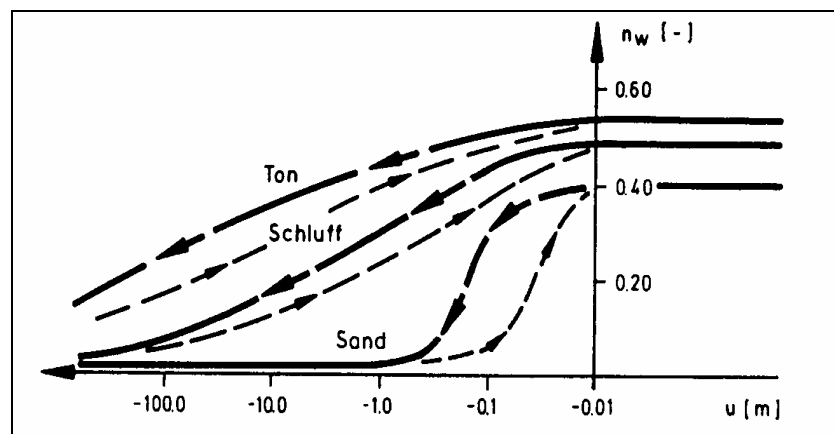

Abbildung 1 Funktionsverlauf $n_w = f(u)$
- Über den Menüeintrag "**Zeit-Rand / Bodenkennwerte**" können Sie Ihre Bodenkennwerte, die Sie in **GGU-3D-SSFLOW** definiert haben, abfragen. Zusätzlich wird die Liste durch die Angabe des spezifischen Speicherkoeffizienten erweitert. Je nach Bodenart können Sie durch Anklicken des Feldes "**nw = f(u)**" Ihre spezifische Bodenkennlinie (vgl. Abbildung 1 weiter unten) über Aufpunkte definieren. Über den Knopf "**k = f(t) [0]**" können Sie die Durchlässigkeit des Bodens in Abhängigkeit von der Zeit verändern.
Zusätzlich können Sie den nw-Wert definieren. Der nw-Wert gibt den Anteil des Wasservolumens bezogen auf das Gesamtvolumen an. Er ist eine dimensionslose Größe und abhängig vom Porenwasserdruck u. Typische Verläufe von Funktionskurven verschiedener Bodenarten zeigt Abbildung 1: